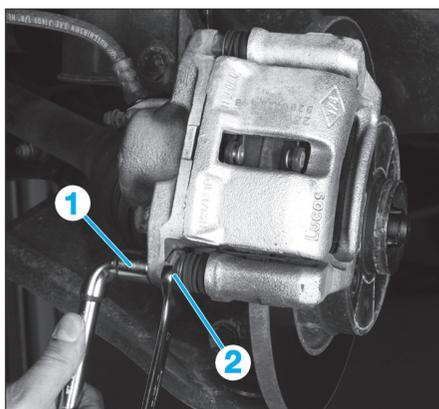

Fig. 2
- Déposer la vis inférieure (1) de colonnette en maintenant l'écrou (2) (Fig.2).